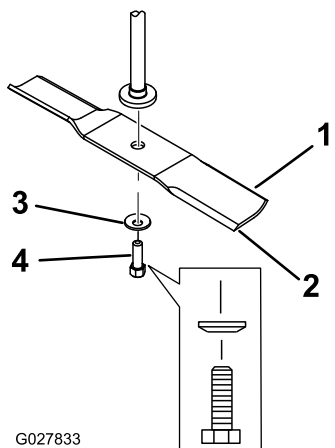

Figure 58
2. Enlevez de l'axe le boulon, la rondelle bombée et la lame (**Figure 58**).
1. Placez la lame sur l'axe (Figure 58).
2. Montez la rondelle bombée (face concave vers la lame) et le boulon de lame (Figure 58).